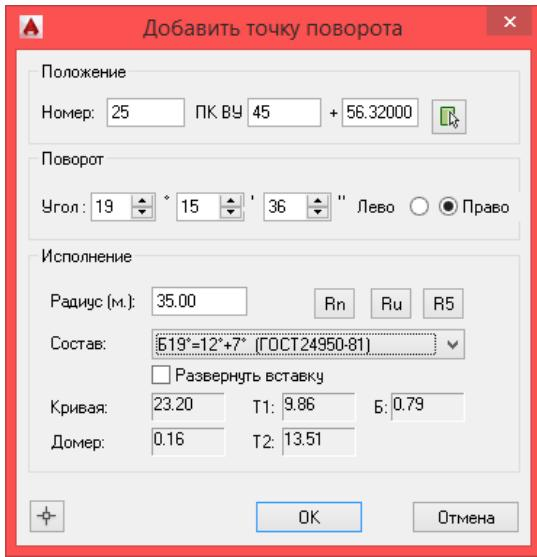

Рис. 32 Мастер оцифровки - ввод данных горизонтального поворота трассы
- 2) В диалоговом окне *Редактирование точки поворота* ввести номер горизонтального поворота, пикетаж (можно определить по чертежу, нажав кнопку ), градусную меру, направление поворота и его исполнение (см. рис. 32).